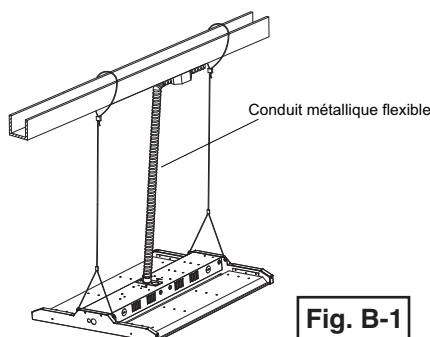

Fig. B-1
1. Faites passer les câbles du kit à travers les quatre trous fournis à chaque bout du luminaire, comme illustré dans la **Figure B-1**. Assurez-vous que la fixation passe complètement à travers le trou **Figure B-3**.
4. Utilisez le conduit métallique flexible pour faire passer les fils de phase, neutre et terre afin de pouvoir alimenter le luminaire (**Figure B-1**)